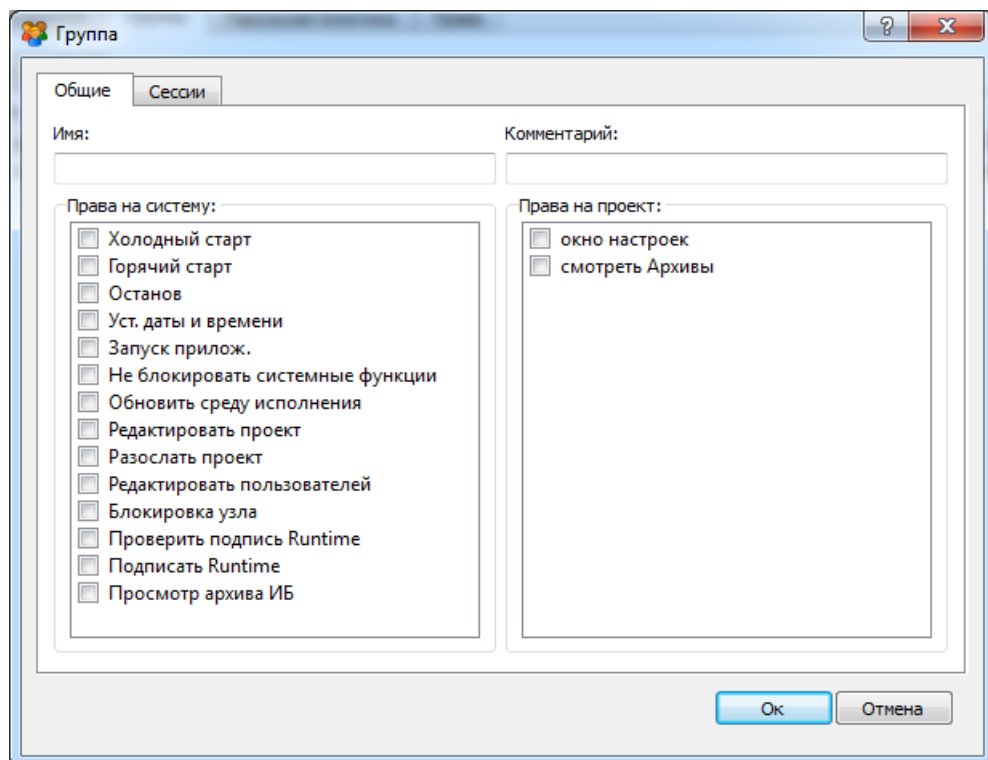

Рисунок 3.64 - Окно настроек для группы
-  ("Добавить") - по нажатию на данную кнопку откроется окно с настройками прав для группы (см. рис. 3.64). Данные настройки такие же, как настройки при создании пользователя (см. раздел 3.2.2.10.1);
-  ("Редактировать") - открывает на редактирование окно с настройками прав для группы (см. рис. 3.64). Данные настройки такие же, как настройки при создании пользователя (см. раздел 3.2.2.10.1).